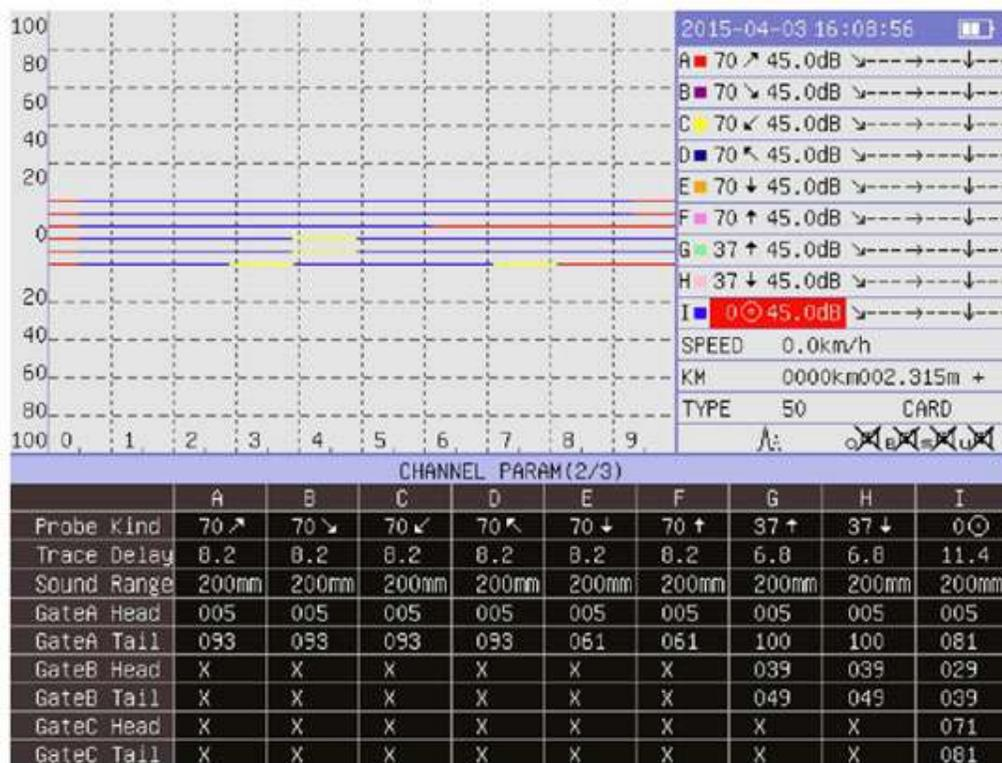

Fig. 2-16 Parámetros de canal
- 1) En la interfaz principal, presione CONFIG dos veces para ingresar a la interfaz de parámetros del canal, como se muestra en la Fig. 2-16.